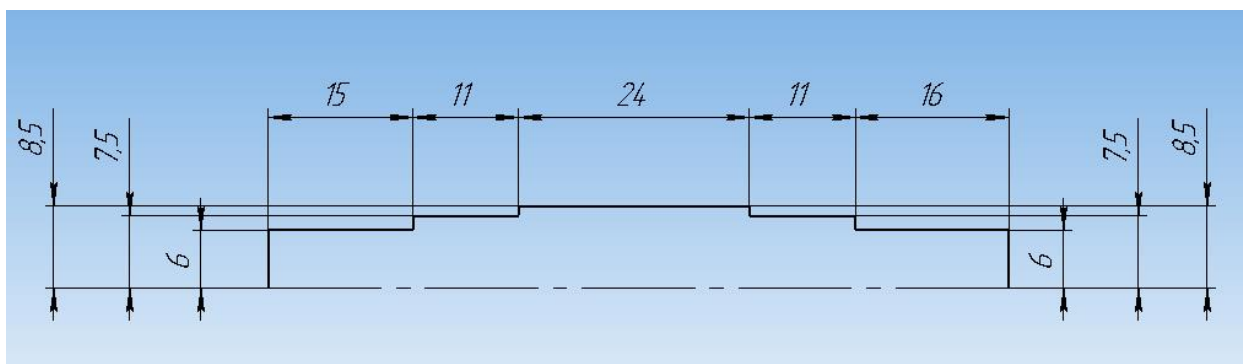

Рисунок 21.
2. На инструментальной панели **Геометрия** выберите **Непрерывный ввод объектов**, (начните с начала координат) нарисуйте профиль контура $\frac{1}{2}$ вала. Выберите команду **Отрезок** и нарисуйте ось вращения, предварительно изменив стиль линии на **Осевая** на панели свойств. Чтобы проверить себя, нанесите размеры, определяющие эскиз (рисунок 21).